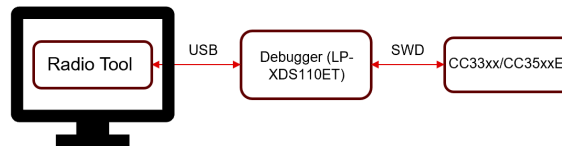
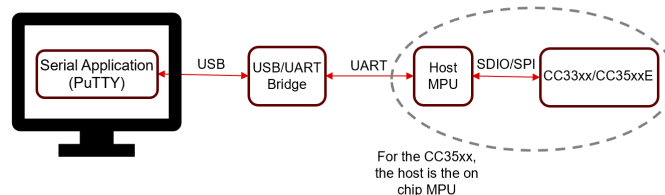

図 1-1. 無線ツールのケーブル接続設定
図 1-2. キャリブレーション ツールのケーブル接続設定
- VSA/VSG (LitePoint など)。TX 測定はスペクトル アナライザ (SA) を使用して実行できますが、TX 電力測定の間違った解釈が発生する可能性があります (「トラブルシューティング / FAQ」セクションを参照)
- 必要なケーブル接続 (図 1-1 および図 1-2 を参照)